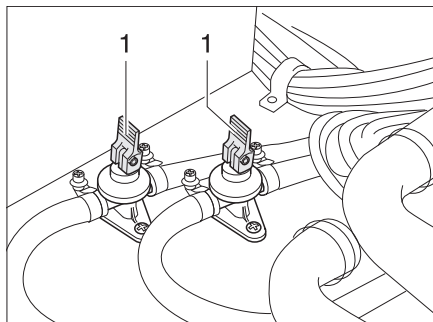

Bild 121 Avtappningskranar
- Stäng avtappningskranarna. Ställ vipparmen (Bild 121,1) i vågrätt läge.
- Öppna avtappningskranarna (Bild 121). Ställ vipparmen (Bild 121,1) i lodrätt läge. Nu töms varmvattenberedaren via avtappningskranarna (utomhus).